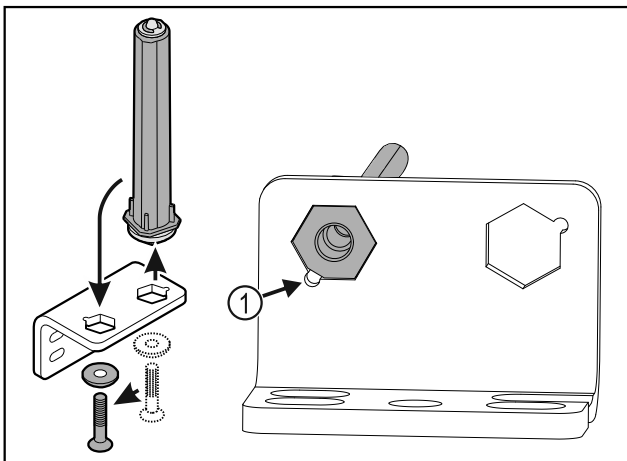

Fig. 35
- ▶ Let erop dat bij het plaatsen de boutafschuining Fig. 35 (1) naar het ronde gat wijst.